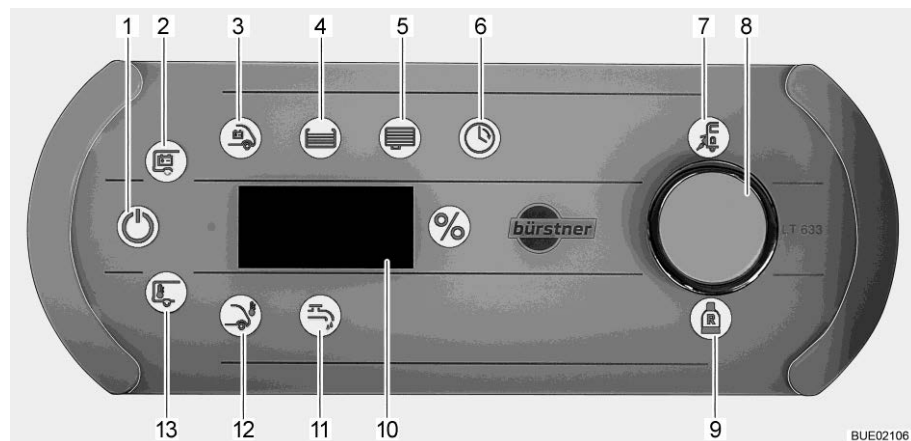

Bild 184 Panel LT 633
Symbolen för nätkontroll (Bild 184,7) tänds när fordonet försörjs med 230 V-nätspänning. Batterierna laddas.
- Tryck kort på vridknappen (Bild 184,8). Symbolen 12 V PÅ (Bild 184,1) lyser. Om symbolerna 12 V PÅ och bodelsbatteriet (Bild 184,2) blinkar tre gånger, stängs strömförsörjningen av.
- Tryck på vridknapp (Bild 184,8) och håll den intryckt i ca 5 sekunder. Symbolen för bodelsbatteriet (Bild 184,2) blinkar och på indikeringen (Bild 184,10) visas "On".
- Släpp vridknappen. Symbolen 12 V PÅ (Bild 184,1) lyser. Spänningsförsörjningen är påslagen.
- Vrid på vridknappen tills symbolen för vattenpump (Bild 184,11) tänds. På displayen visas det aktuella kopplingsläget ("On" eller "OFF").
När vattenpumpen är påslagen, lyser symbolen för vattenpumpen (Bild 184,11).
- Vrid på vridknappen tills symbolen för bodelsbatteri (Bild 184,2) tänds. Batterispänningen för bodelsbatteriet visas på indikeringen under ca. 20 sekunder (t. ex. "13,8U" för 13,8 volt).
- Vrid på vridknappen tills symbolen för startbatteri (Bild 184,3) tänds. Batterispänningen för startbatteriet visas på indikeringen under ca. 20 sekunder.
■ Vrid på vridknappen tills symbolen för vattentank (Bild 184,4) tänds. Symbolen "%" lyser. Vattentankens fyllnadsnivå visas i ca 20 sekunder.
■ Vrid på vridknappen tills symbolen avloppstank (Bild 184,5) tänds. Symbolen "%" lyser. Avloppstankens fyllnadsnivå visas i ca 20 sekunder.
- Gasreserv** Symbolen för reservgasflaska (Bild 184,9) tänds när reservgasflaskan används.
- Visning inne- och utetemperatur:** ■ Vrid på vridknappen tills symbolen innetemperatur (Bild 184,13) eller utetemperatur (Bild 184,12) lyser. På indikeringen visas den utvalda temperaturen.
- Ställ in klockan:** ■ Vrid på vridknappen tills symbolen klocka (Bild 184,6) tänds.